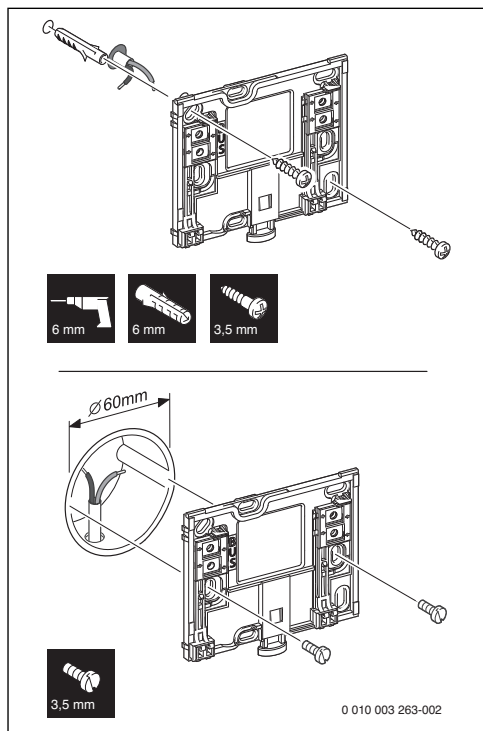

Fig. 3 Installation du support
► Installer le support sur un mur (→ fig. 3).